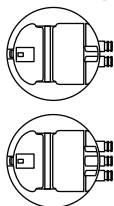

Fig. 1
1. Correspondance de la position des trous : Confirmer le nombre de trous dans l'élément filtrant (deux trous/ trois trous), s'assurer de la compatibilité totale avec les positions de trous correspondantes sur l'appareil complet, et éviter une insertion incorrecte, comme montré dans la Fig. 1.
1. Fermez la vanne d'eau froide, comme montré dans la Fig. 1.